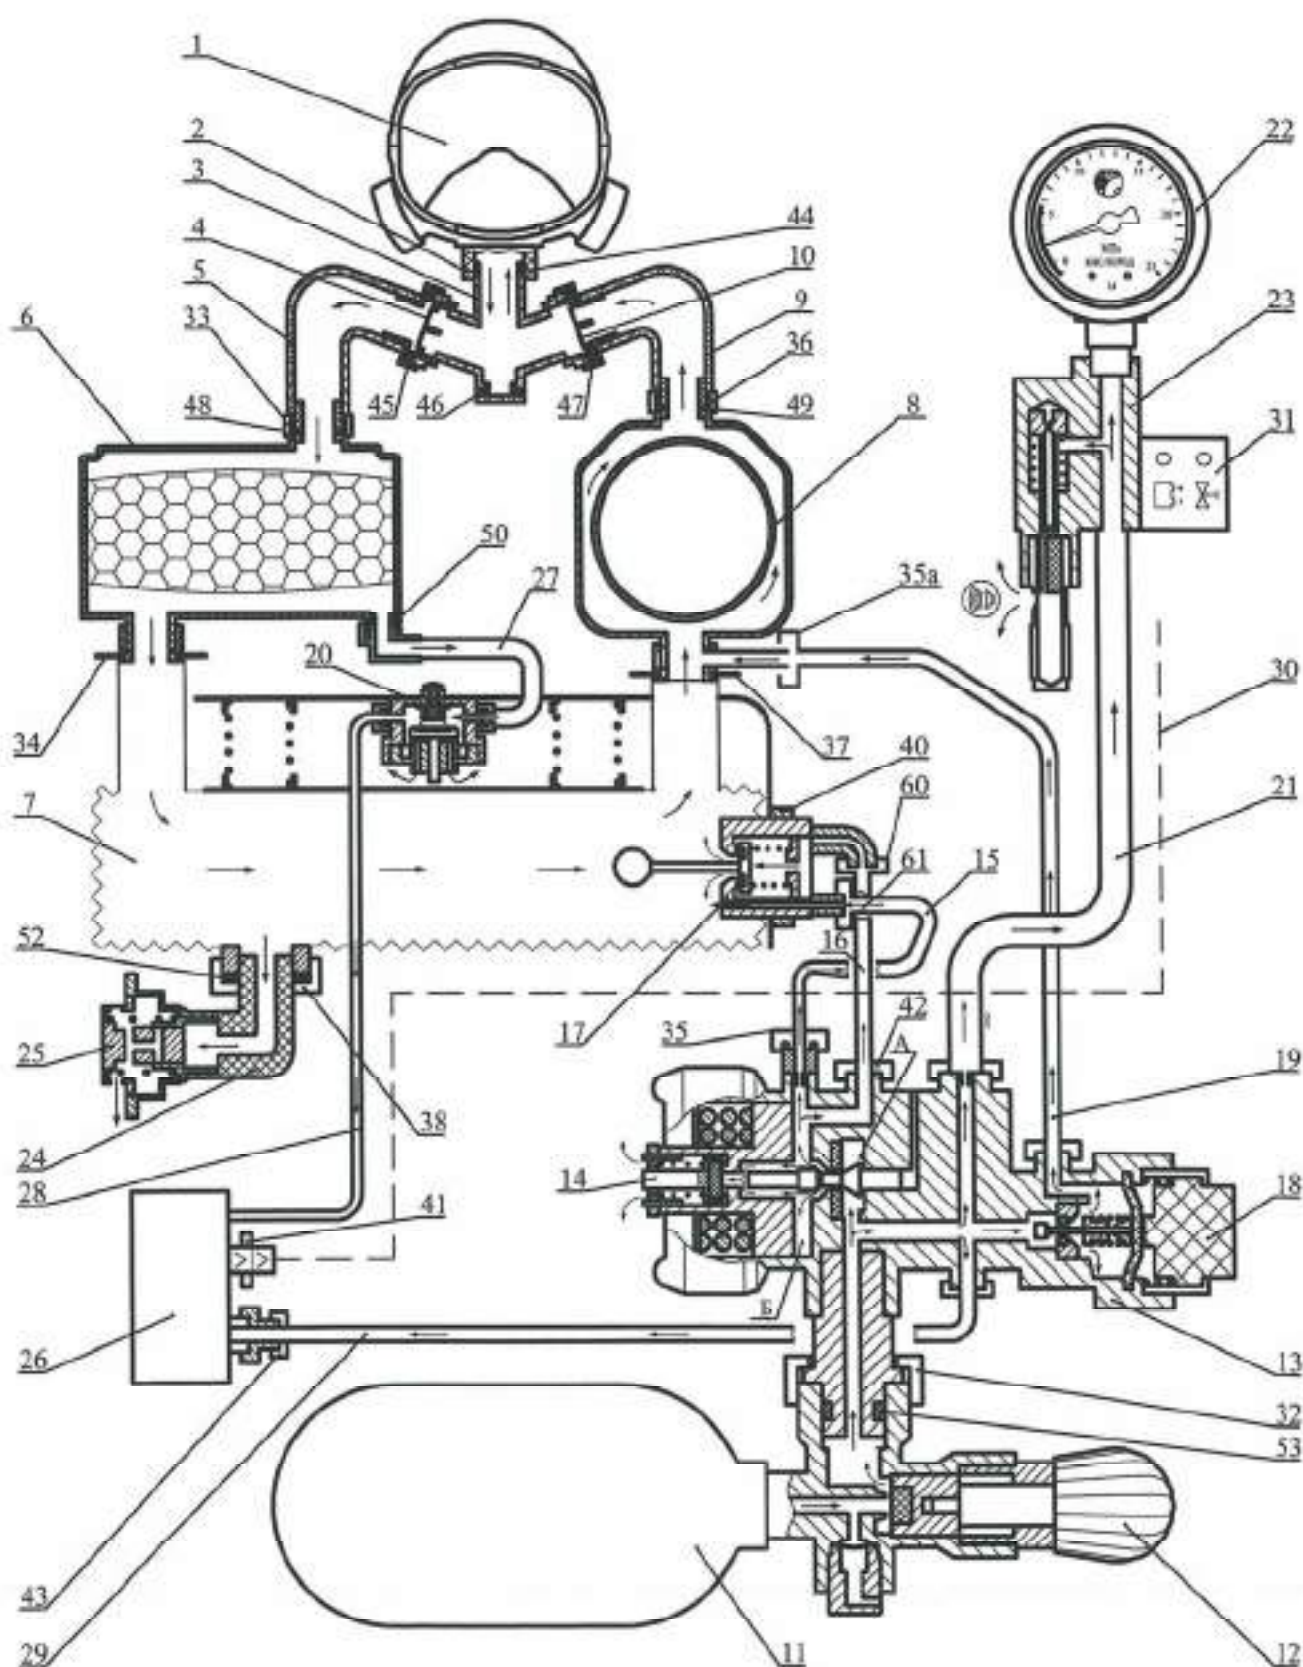

Рис. 1 Принципиальная схема аппарата
Уплотнительные кольца (рис. 1) перед сборкой промыть этиловым спиртом, на кольца 44 ... 52 нанести тонким слоем смазку ВНИИ НП-282.
- запрещается наносить смазку на уплотнительное кольцо 53 (рис. 1).
Перед проведением проверки отвернуть гайку 42 (рис. 1), отсоединить трубку 16 от моноблока 13 и взамен ее установить переходник № 1 из комплекта принадлежностей системы контроля. Открыть вентиль баллона.
Негерметично соединение вентиля баллона с моноблоком.	Подтянуть соединение или заменить уплотнительное кольцо 53 (рис. 1).